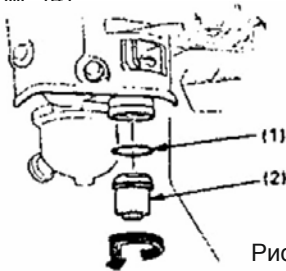

Рис. 14
Переместите топливный кран в положение «Закрыто» (OFF), открутите гайку топливного фильтра и уплотнительное кольцо. Промойте детали в растворителе, тщательно прочистите их и снова установите на прежние места. Переместите топливный кран в положение «Открыто» (ON) и убедитесь, чтобы не было утечек (см. рис. 14)